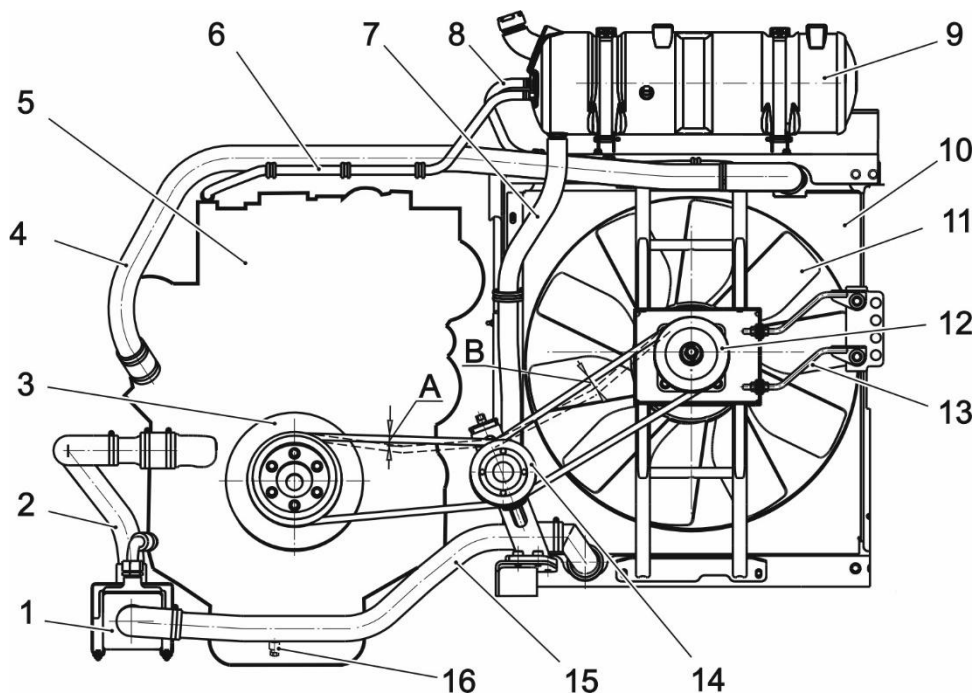

**Рис. 4.7.1 Система охлаждения двигателя**
3. Вывернуть сливную пробку 16 (рис. 4.7.1) из нижнего патрубка радиатора, предварительно установив ёмкость для сбора жидкости, и слить охлаждающую жидкость.